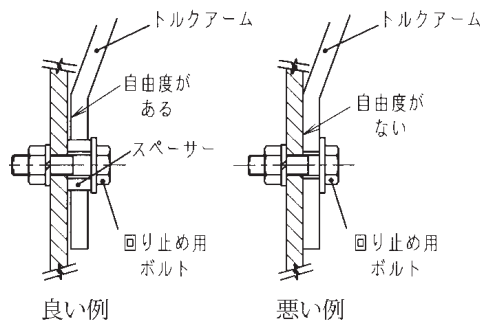

図3:トルクアームの取付け
- (1) 重量物を運搬・設置の際はホイスト等を利用してください。
- (2) 製品の上に物を載せないでください。
- (3) 取付けは床面に、取付け台は振動しないようにしてください。
- (4) 床上にとり取付ける際は、基礎面を床面より高くして、吸湿を避けるようにして下さい。
- (5) ボルトおよびネジの締め付けは、確実にこなしてください。取付けが不適当ですと、使用中の振動発生の原因にもなりますので、十分強度のあるボルトで確実に取付けてください。
- (6) トルクアーム取付け (図1、図3)
- ① 減速機の回り止め用にオプション品のトルクアームを用意しております。
- ② サイズ40以上のトルクアームの回り止め部には、ゴムブッシュが入っており、振動・衝撃が緩和されるようになっています。
- ③ トルクアームは、減速機出力部の左右どちらでも取付けられます。
- ④ トルクアームの回り止め部は、必ず自由度をもたせてください。